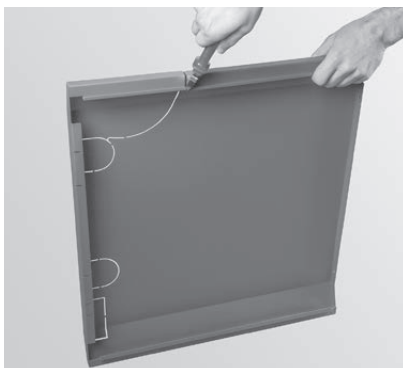

Fig. 105 Staccare la prepunzonatura solo se il raccordo gas combusto è rivolto verso l'alto
- ▶ Se il **raccordo gas combusto è rivolto verso l'alto**, staccare la prepunzonatura nel coperchio del rivestimento – Fig. 105. Se il raccordo gas combusto è rivolto verso il retro, non staccare la prepunzonatura.